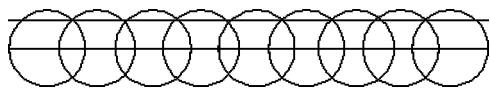

图 15-152 偏移直线
(5) 单击“默认”选项卡“修改”面板中的“偏移”按钮, 将直线 $L1$ 向上偏移 20, 如图 15-152 所示。